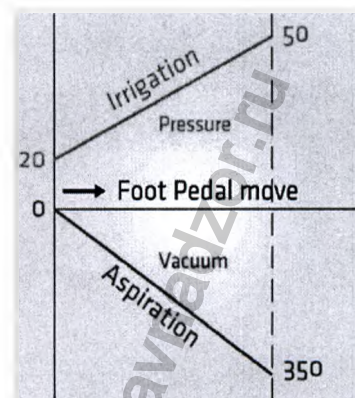

Рис. 62: AIC: Аспирация-ирригация
- С этой функцией давление инфузии будет автоматически увеличиваться или уменьшаться, пропорционально фактической аспирации. На графике на рис. 62 поясняется связь между аспирацией и ирригацией.